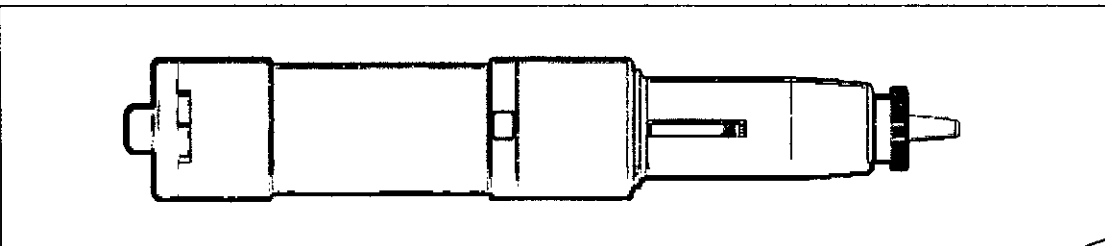

Fig. 5
5. Deslizar hacia delante la perilla C para que asome el capuchón protector, sostener la misma para poder retirar el capuchón (ver Fig. 5), una vez hecho esto acompañar la perilla suavemente en su recorrido de retorno.